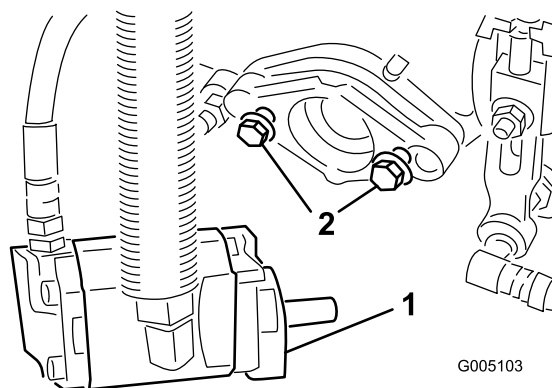

Figura 14
7. Montate i bulloni di fissaggio del motore principale del cilindro su ciascun apparato di taglio. Lasciate sporgere 13 mm circa di filetto dei prigionieri di montaggio (Figura 14).
11. Serrate i bulloni di fissaggio (Figura 14).